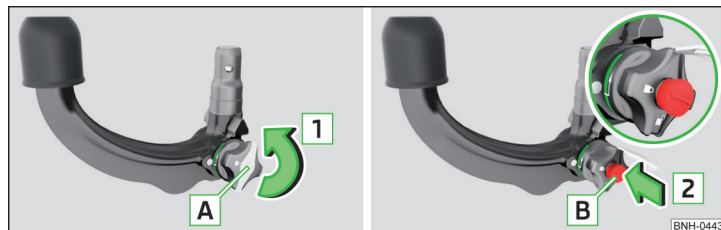

Fig. 130 Detașarea capacului de încuietore/Introducerea cheii în încuietore
- > Îndepărtați aparătoria [A] de pe încuietoare, în sensul săgeții [1] » fig. 130.